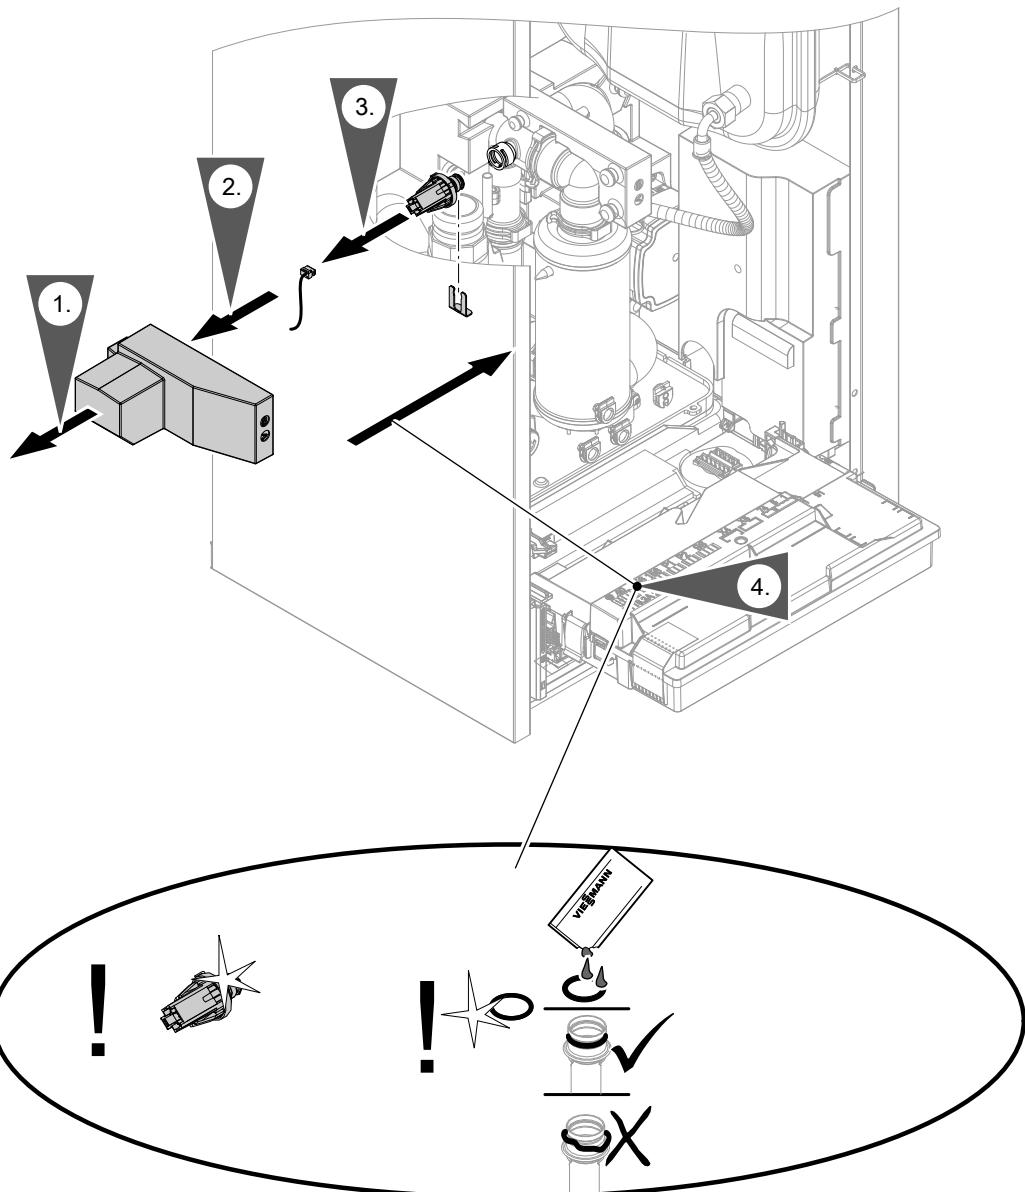

Abb. 96
- Wasserducksensor: Siehe Abb. 96.